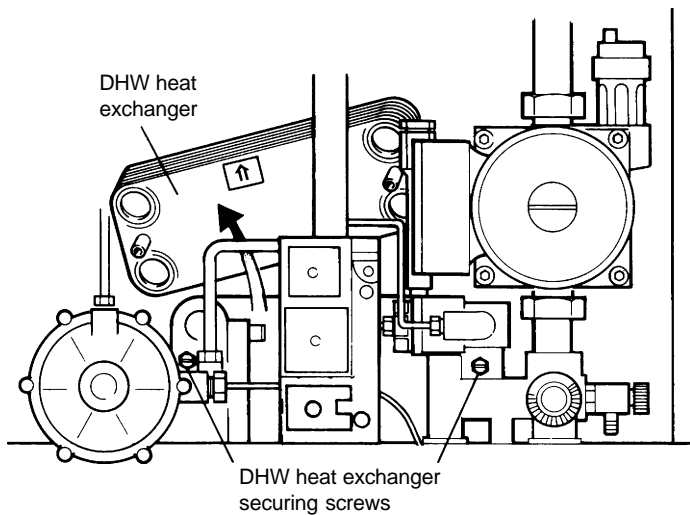

Fig. 34
8.34 DHW HEAT EXCHANGER - Refer to Fig. 34